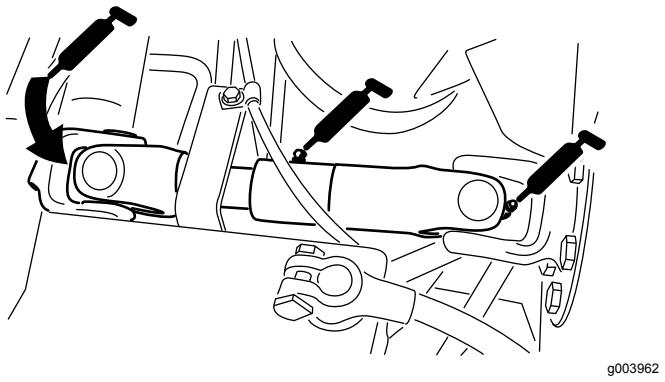

Bild 27
- U-Gelenk der Pumpenantriebswelle (3) — Bild 27